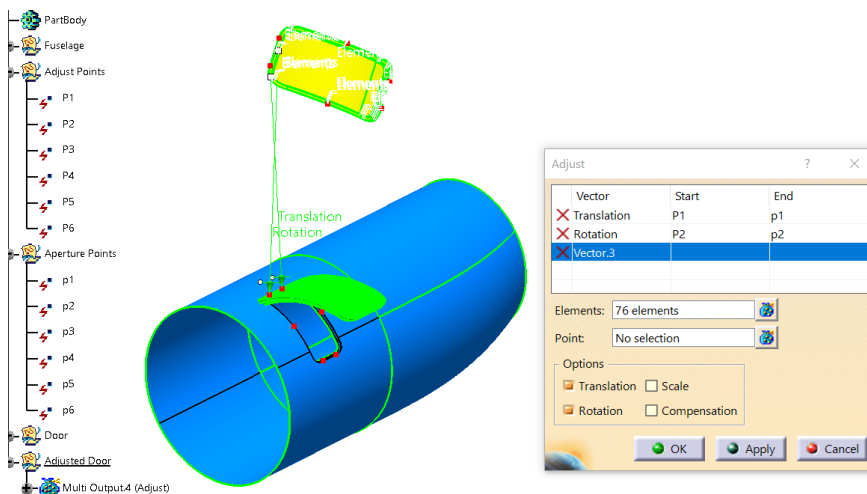

Figura 2.6 Solución tras aplicar Translation y Rotation
- Rotation (Rotación):** necesita de otro vector con dos puntos. Este vector junto con el de “Translation”, permiten definir un origen y una dirección para la colocación del elemento en la posición deseada. En la *Figura 2.6* se ve el ejemplo de esta aplicación: